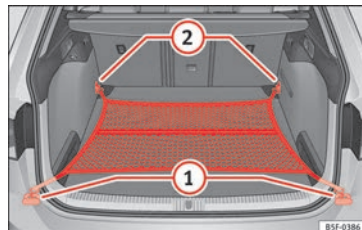

Fig. 134 Dans le coffre à bagages : sac pour filet accroché au niveau du plancher (modèle LEON ST).
- Selon le cas, relevez les œillets d'amarrage avant » **fig. 134** ②.
- Fixez les crochets du filet aux œillets d'amarrage ② » ⚠. La fermeture à glissière du sac doit rester vers le haut.
- Fixez les crochets du filet aux œillets d'amarrage ①.